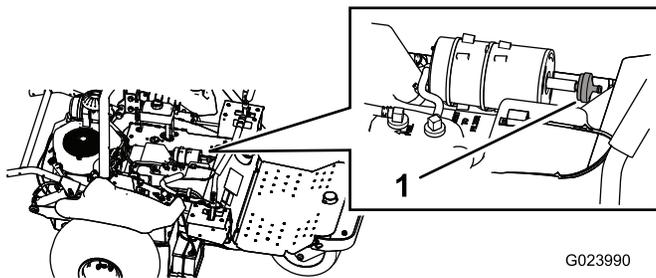

Bild 47
2. Entfernen Sie den Filter vom Aktivkohlefilter (Bild 47).